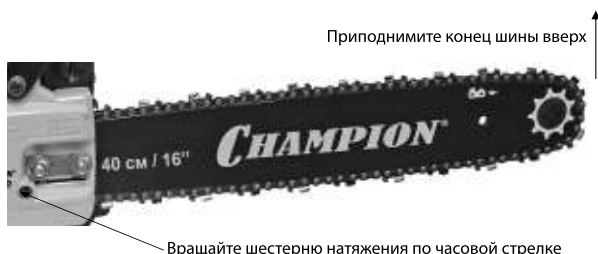

Рис.5
1. Приподнимите передний конец шины вверх, и удерживая его, вращайте шестерню натяжения цепи по часовой стрелке (Рис.5)